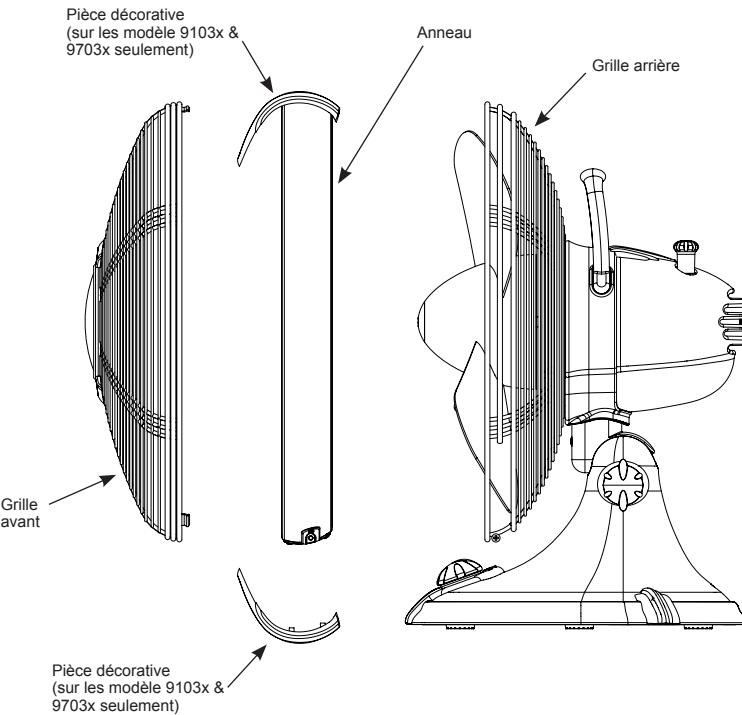

FIGURE 5
3. Enlever l'anneau, la pièce décorative inférieure (sur les modèles 9103x & 9703x seulement) et la grille avant. Voir figure 5.